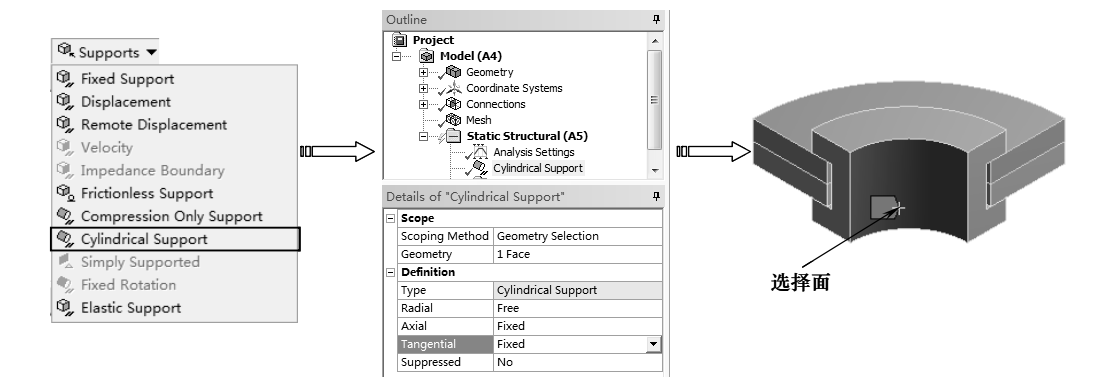

图 5-32 圆柱面约束
- ✧ Cylindrical Support (圆柱面支撑): 圆柱面约束是指施加在圆柱表面上的轴向、径向或者切向 (圆周方向) 约束, 如图 5-32 所示。该约束仅适用于小变形 (线性) 分析。